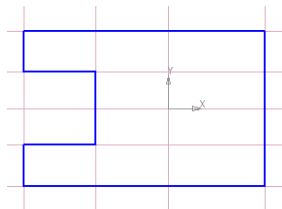

Рис. 2
6.13 Слева выбрать команду **Непрерывный ввод объектов**  и обвести контур (см. рис. 2).